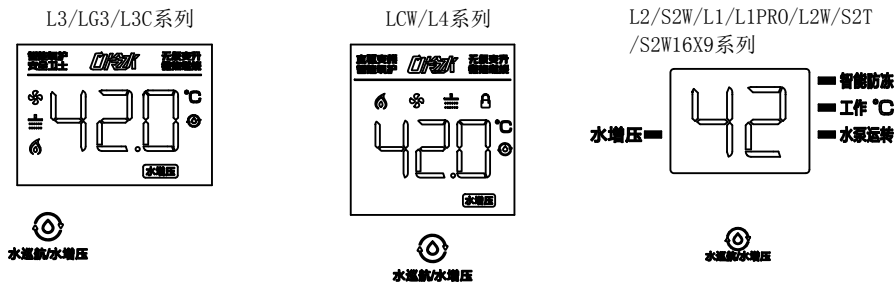

图43
3. **水增压模式**（图43）：用户根据个人喜好，可选择水增压模式，微电脑通过计算后，自动调整水量增压能力，用户能获得舒适的沐浴感受。